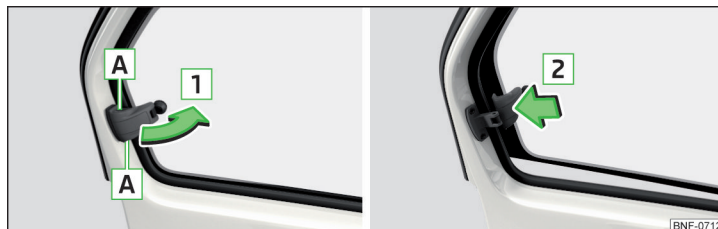

Fig. 35 Abrir/fechar janelas traseiras
- Para **abrir**, pegar na segurança no entalhe **A** » Fig. 35.